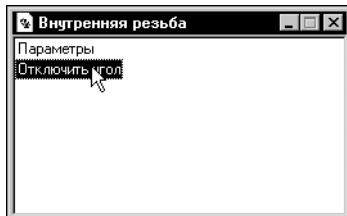

Рис. 51.23. Отключение режима ввода угла наклона
Диалог будет закрыт. На экране появится фантом резьбового отверстия и панель **Внутренняя резьба** (рис. 51.23).
9. Дважды щелкните по строке **Отключить угол** на панели **Внутренняя резьба** (рис. 51.23).